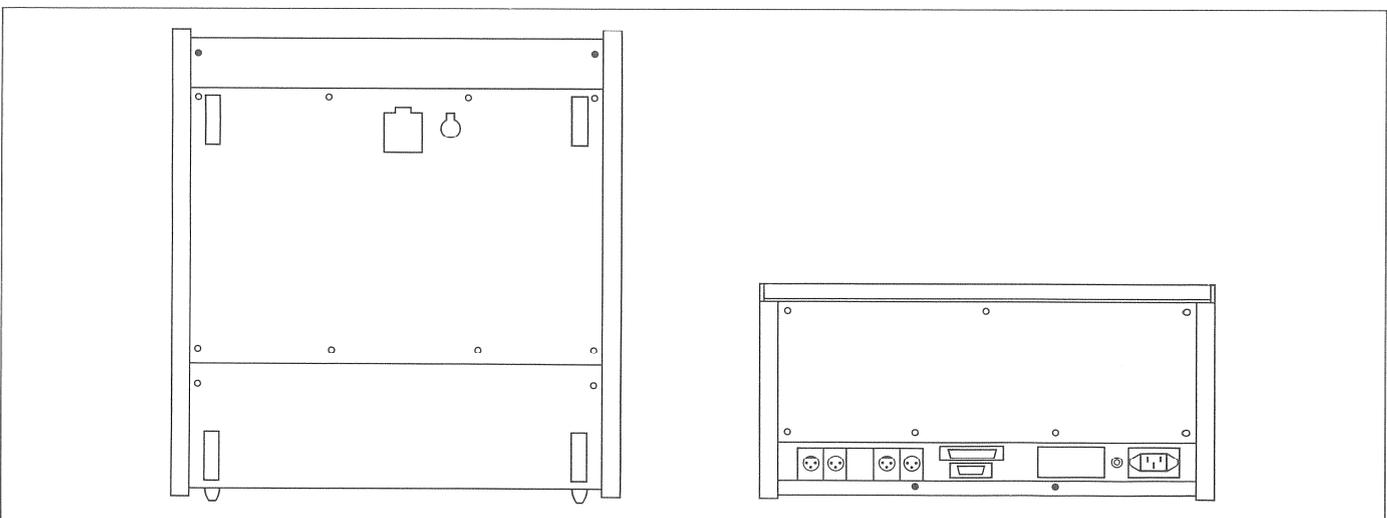

Fig. 4.2.3
- Oberes, hinteres Deckblech entfernen (siehe Fig. 4.2.3).
- Remove top rear cover (see fig. 4.2.3).
- Déposez la plaque arrière supérieure (voir fig. 4.2.3).